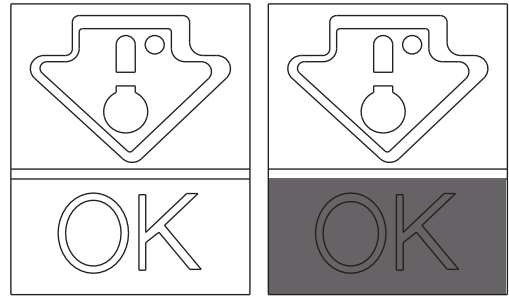

Fig. 5
• Para manter o melhor sabor, nutrientes e frescura dos alimentos, é recomendável armazená-los no compartimento do frigorífico como ilustrado na fig. 5 abaixo, certificando-se que os embla em alumínio ou folhas de película plástica ou em contentores cobertos apropriados para evitar contaminação cruzada.
Verifique se o indicador de temperatura apresenta claramente a palavra OK (Fig. 5).